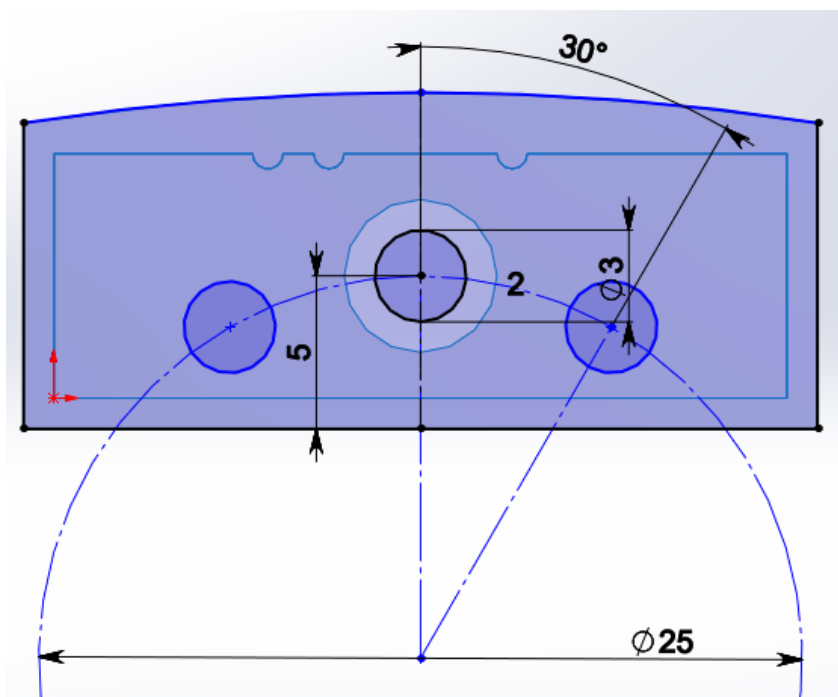

Рис. 17. Построение эскиза
18. На новой плоскости (с дугой сверху) создаем эскиз (рис. 17).